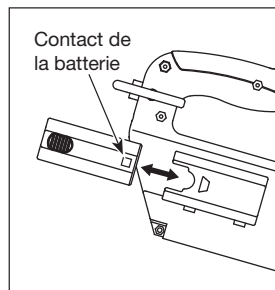

Figure 9
1. Installer la batterie, en commençant par les contacts, à l'intérieur de l'outil (voir la figure 9).